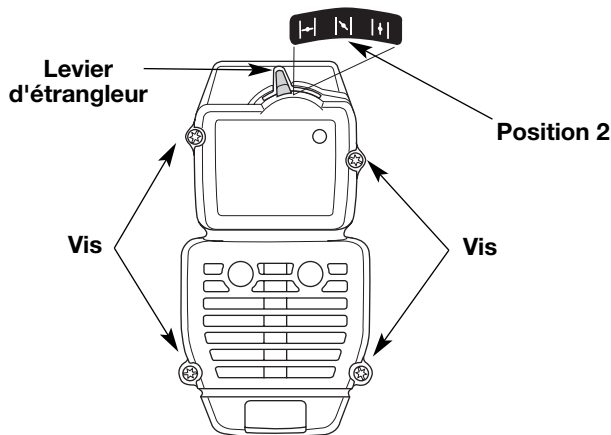

Fig. 17
REMARQUE: pour enlever le couvercle du filtre à air/silencieux, le levier d'étrangleur doit être en Position 2 (Fig. 17).
2. Retirez les quatre (4) vis retenant le couvercle du filtre à air/silencieux (Fig. 17). Servez-vous d'un tournevis à mèche no. 20 Torx.
2. Insérez les quatre (4) vis dans les trous du filtre à air/couvercle du silencieux (Fig. 17) et vissez sans trop serrer.